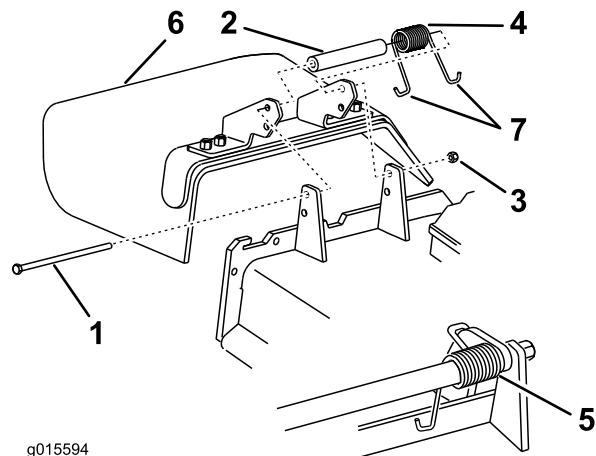

Figura 89
- Retire la contratuerca, el perno, el muelle y el espaciador que sujetan el deflector a los soportes de pivote (Figura 89).
- Retire el deflector de hierba dañado o desgastado (Figura 89).
Nota: Asegúrese de colocar un extremo en J del muelle detrás del reborde de la carcasa antes de instalar el perno, como se muestra en la Figura 89.
6. Coloque un extremo en J del muelle alrededor del deflector de hierba (Figura 89).